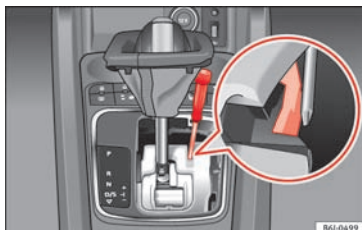

Fig. 46 Nødoplåsning af gearvælgerlås
- Tryk den gule kunststofdel i pilens retning med en finger »» Fig. 46.